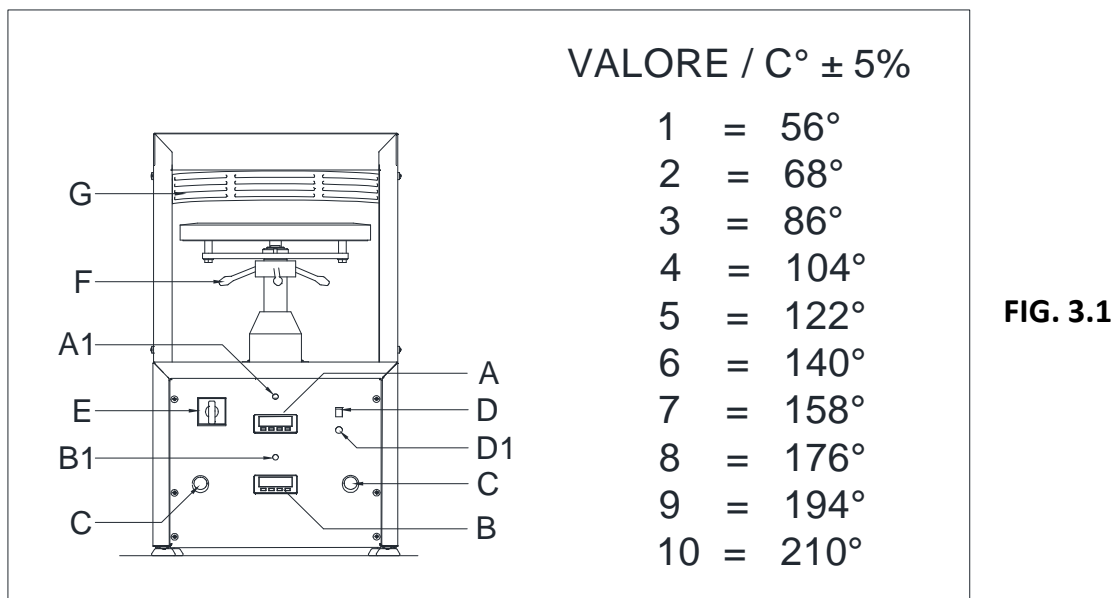
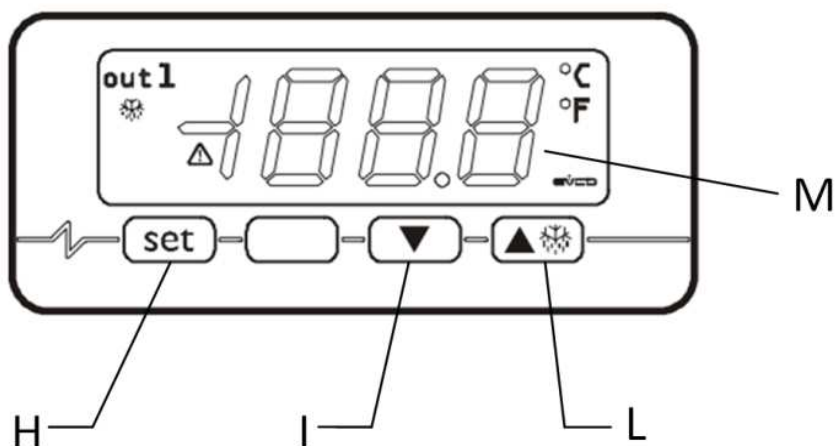

FIG. 3.1
FIG.3.2
La máquina está dotada de los siguientes dispositivos de seguridad (FIG. 3.1):
- Con la máquina en función, levantar la rejilla de protección (Pos. G-FIG.3.1). El plato inferior se baja y vuelve inmediatamente a su posición inicial.
- 2. Posicionar el botón general E (Fig.3.1) en la posición "1" .**
- las pantallas de los termostatos A y B (Fig.3.1) se encienden y muestran la temperatura instantánea respectivamente de los platos superior e inferior.
- se encienden los indicadores A1 y B1 (Fig.3.1) que indican respectivamente la ignición de la resistencia del plato superior e inferior que, por efecto térmico, inicia la fase de calentamiento.
Para establecer la temperatura del plato superior, presionar el botón H (FIG. 3.2) del termostato A (FIG.3.1). Seleccionar el valor de temperatura requerido presionando los botones I y L respectivamente para disminuir o incrementar la temperatura del plato; presionar nuevamente el botón H (set) para confirmar la temperatura elegida.
Para establecer el tiempo de contacto entre los platos, presionar el botón D1 (FIG. 3.1). Es posible seleccionar un tiempo de contacto entre los platos variable entre 0 y 9 segundos. La pantalla D muestra el tiempo seleccionado.
Una vez que se ha alcanzado la estabilización térmica de los platos (el tiempo de espera cambia según el valor de temperatura seleccionado), se puede iniciar la fase de funcionamiento. Con la ayuda de una espátula adecuada (Figura 4.2) y ligeramente enharinada, tomar una bola de masa previamente fermentada (al menos 4-6 horas) y colocarla en el centro del plato inferior. Presionar los botones de arranque C (FIG.3.1) para iniciar el ciclo de subida y bajada del plato inferior.
La duración de la fase de contacto entre los platos necesaria para formar el disco de masa está regulada por el temporizador D (FIG.3.1) en relación con el valor previamente seleccionado. Durante el contacto entre los dos platos, el indicador D muestra instantáneamente el tiempo que le falta a los dos platos para distanciarse. Una vez que la fase de compresión termina, el plato inferior baja a la posición inicial. Al final del ciclo, la masa asumirá una forma plana y circular, lista para ser tomada con la espátula adecuada (Figura 4.3).
Girar la perilla del botón general E (FIG.3.1) en posición "0".